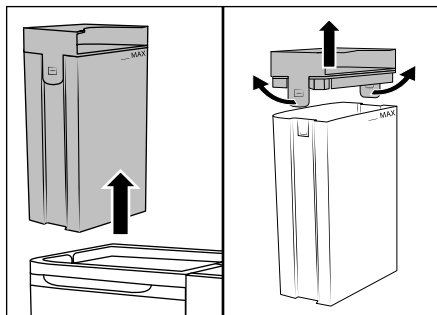

Fig. 5
(1) Utilize apenas água canalizada fria ou morna ou água destilada para encher o reservatório de água limpa 2. Não utilize água a ferver. (2) Nunca utilize o aparelho sem água no reservatório de água limpa 2. (3) Utilize apenas produtos de limpeza de estofos comuns não espumosos ou o **produto de limpeza com vinagre LIDL W5**. Outros produtos de limpeza poderão danificar o aparelho. Recomendamos a adição de três colheres de **produto de limpeza com vinagre LIDL W5** para um enchimento total (1,7 litros) do reservatório de água limpa 2. Se necessário, aumente gradualmente a quantidade de produto de limpeza com vinagre, até obter o resultado pretendido.
- ◆ Agarre o reservatório de água limpa 2 pela pega da tampa 1 e puxe-o para cima, para o retirar do aparelho (ver fig. 5).
- ◆ Puxe ligeiramente para fora as duas patilhas de fixação e retire a tampa ❶ (ver fig. 5).
- ◆ Encha o aparelho com água canalizada ou com água destilada e, se necessário, adicione produto de limpeza de estofos ou o produto de limpeza com vinagre W5. Tenha em atenção as instruções de utilização do fabricante. Certifique-se de que o nível de água no reservatório de água limpa ❷ não ultrapassa a marcação MAX.
- ◆ Coloque a tampa ❶ no reservatório de água limpa ❷ e pressione-o para baixo, até ambas as patilhas de fixação encaixarem.
- ◆ Agarre o reservatório de água limpa ❷ pela pega da tampa ❶ e volte a colocá-lo no aparelho.